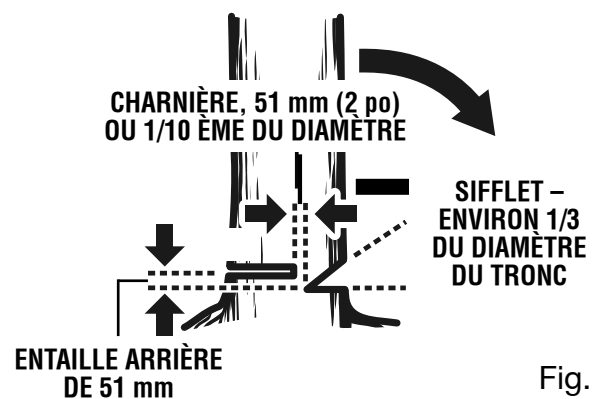

Fig. 14
pincement de la scie sous le poids du bois, toujours effectuer l'entaille inférieure en premier. Voir la figure 14.
- **Entaille d'abattage.** L'entaille d'abattage doit toujours être de niveau et horizontale et effectuée à au moins 51 mm (2 po) au-dessus de l'entaille horizontale du sifflet. Voir les figures 14 et 15.
- Ne jamais couper jusqu'au sifflet. Toujours laisser une épaisseur de bois d'environ 51 mm (2 po) ou 1/10ème du diamètre du tronc entre l'entaille d'abattage et le sifflet. Ceci s'appelle une « charnière ». Cette charnière contrôle la chute de l'arbre et empêche le tronc de glisse, de pivoter ou de basculer sur la souche. Voir les figures 14 et 15.